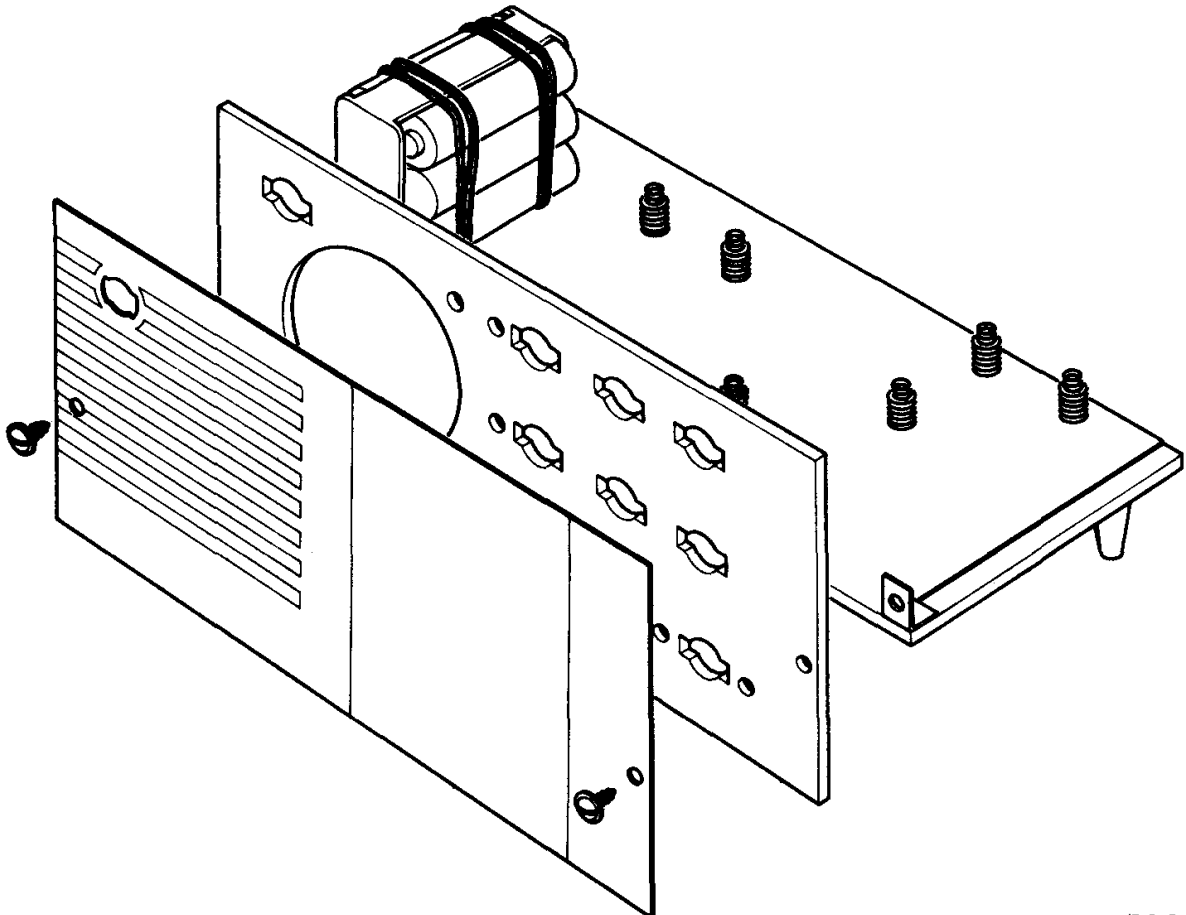

Abb. 3
Danach schraube die Vorderplatte (48) mit der Frontkarte mit 2 Schrauben (45) an die Halterungen. (Abb. 3)